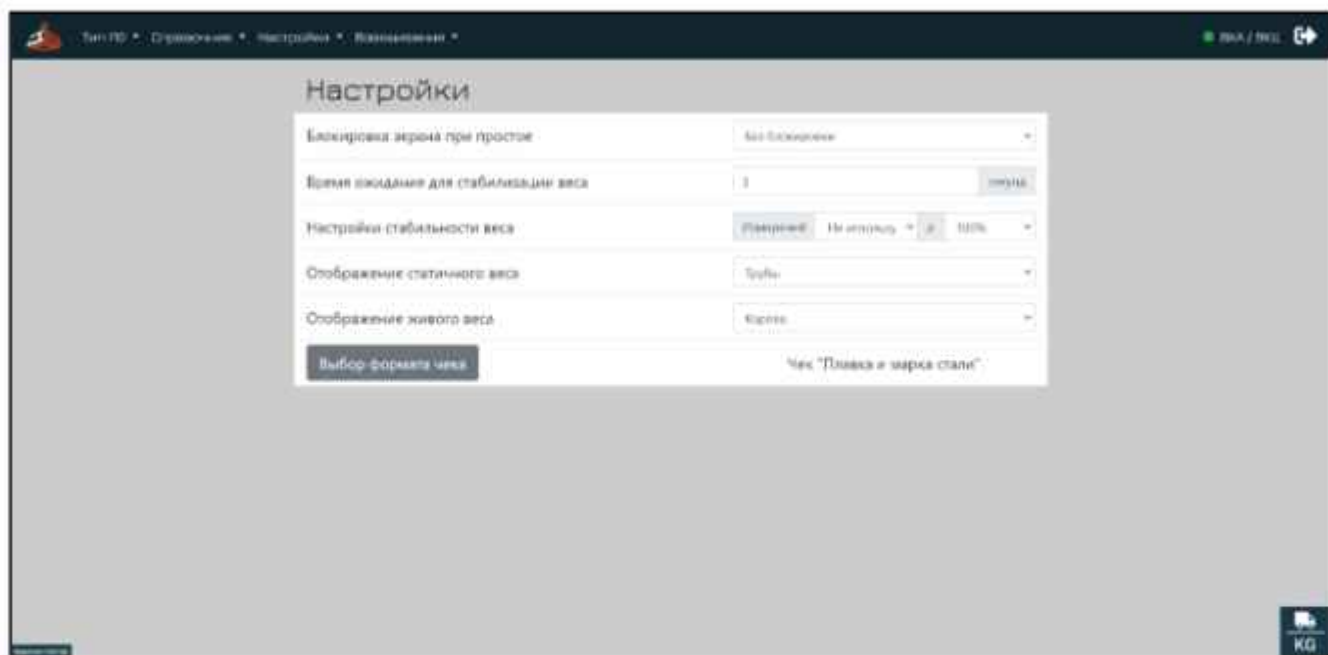

Рис.21
2.3.6. Пункт меню «**Настройки**» - «**Дополнительные настройки**» (Рис. 21).